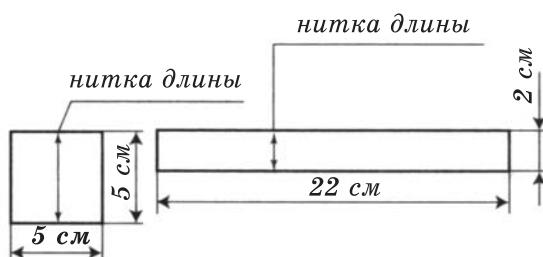

Рис. 3. Чертёж шаблона
2. Изготовление шаблонов (рис. 3)
Дайте припуски на швы 10 мм. Особое внимание при раскрое обратите на направление долевой нити, оно указано на шаблонах (рис. 3).